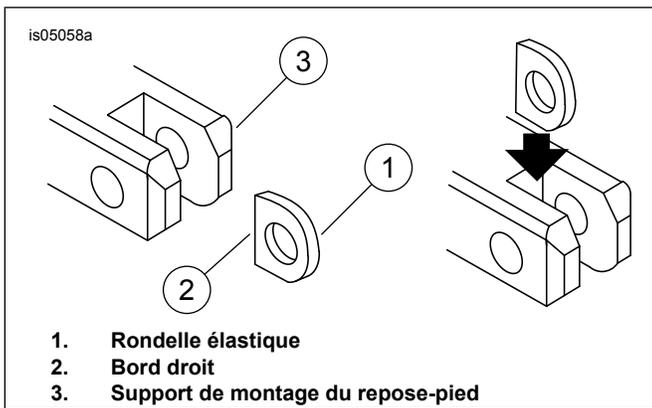

Figure 1. Installation de la rondelle élastique de marchepied
Voir la Figure 1. Au moment d'installer le support de montage du marchepied sur le support du véhicule, veiller
4. Voir la Figure 1. Positionner chacun des marchepieds comme désiré, puis fixer la vis d'ajustement (1). Serrer.